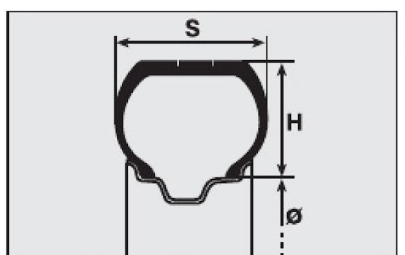

fig. 18
**Leitura correta dos pneus - fig. 18**